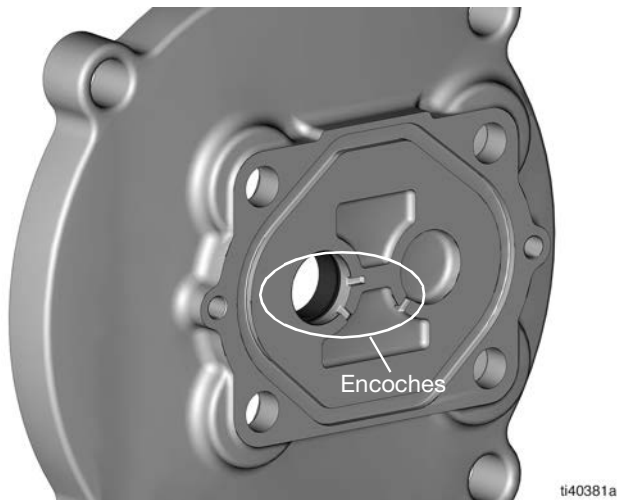
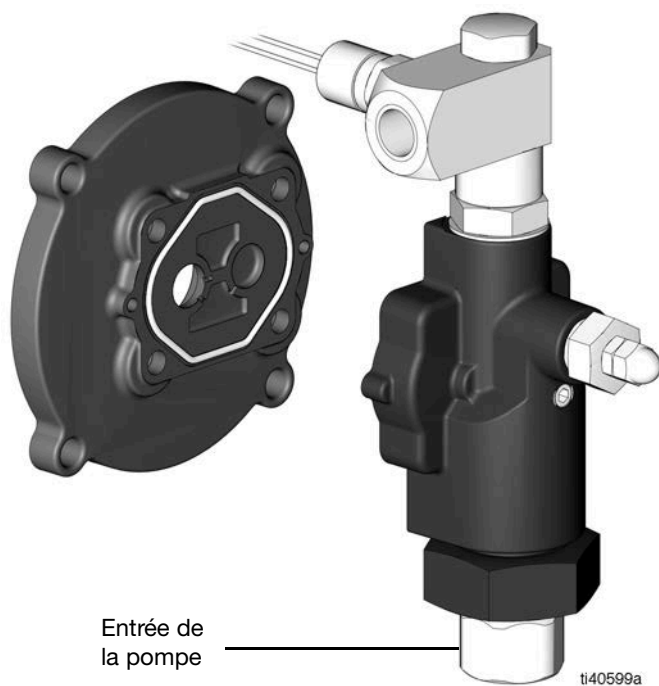

FIG. 29
FIG. 30
- Positionnez la plaque d'adaptateur sur le boîtier de pompe de manière à ce que les encoches soient orientées vers l'entrée de la pompe (FIG. 29 et FIG. 30).